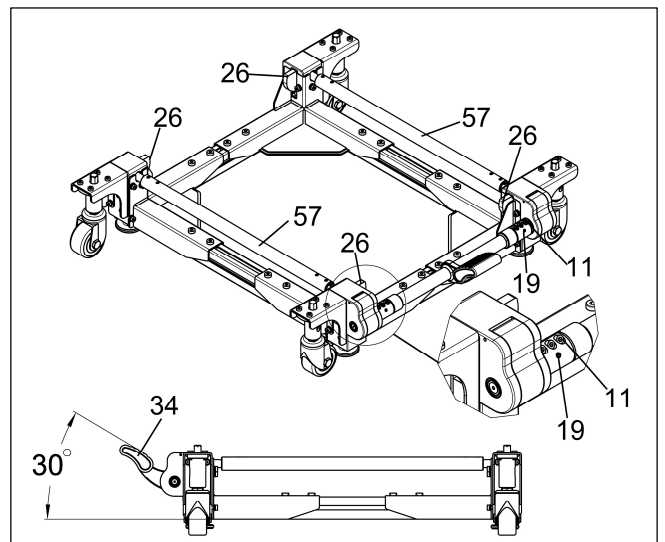

图 17
e.旋转两个联轴器“57”，使得四个凸轮“26”向上转动至极限位置；再将踏板“34”转至与地面夹角 30°，旋紧紧固件“11”、“19”。（见图 17）
b.踩下踏板“34”，若踏板“34”下底面与地面距离很小，无法抬起踏板，请松开图 17 所示紧固件“11”、“19”，然后向上旋转踏板“34”至合适位置，最后旋紧紧固件“11”、“19”。（见图 17）